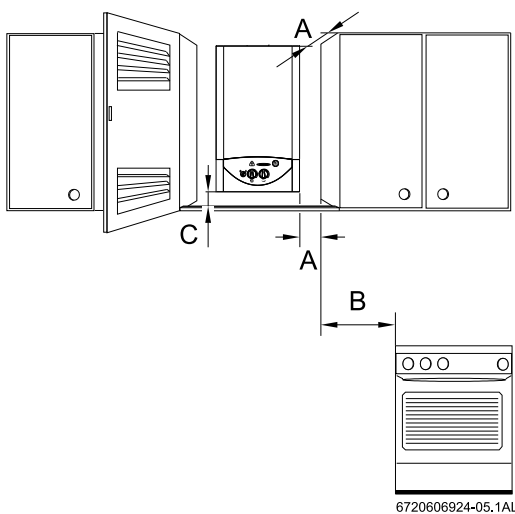

Fig. 6 Distanze minime
- ▶ Per facilitare l'accesso all'apparecchio e per ogni tipo di intervento di manutenzione, prevedere una distanza minima secondo le indicazioni riportate nella Fig. 6.